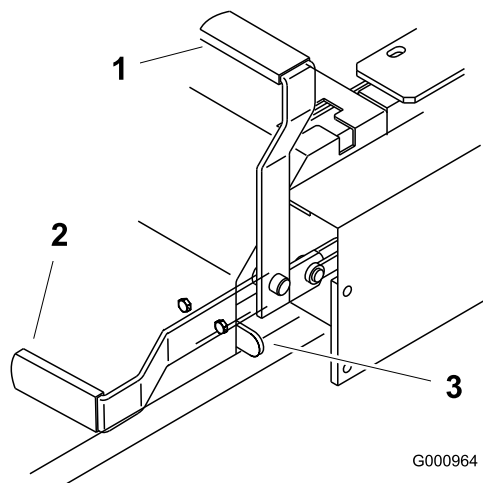

Figure 12
2. Tirez le frein de stationnement vers le haut et l'arrière pour le serrer (Figure 12). Une fois serré, le frein de stationnement ne doit plus bouger.
Poussez le levier du frein de stationnement vers l'avant et vers le bas pour le desserrer (Figure 12). Le frein de stationnement est desserré et le levier est en appui contre la butée du frein.